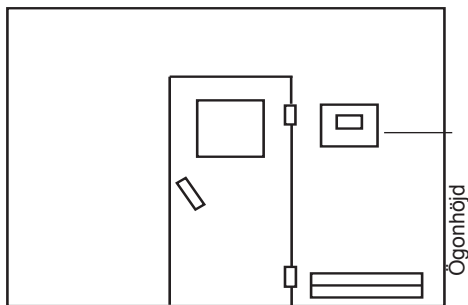

Bild 3
1. Borrhålen  $\varnothing$  3 mm för de medlevererade träskruvarna 4 x 20 mm utförs enligt måtten i bild 3 + 3.1.